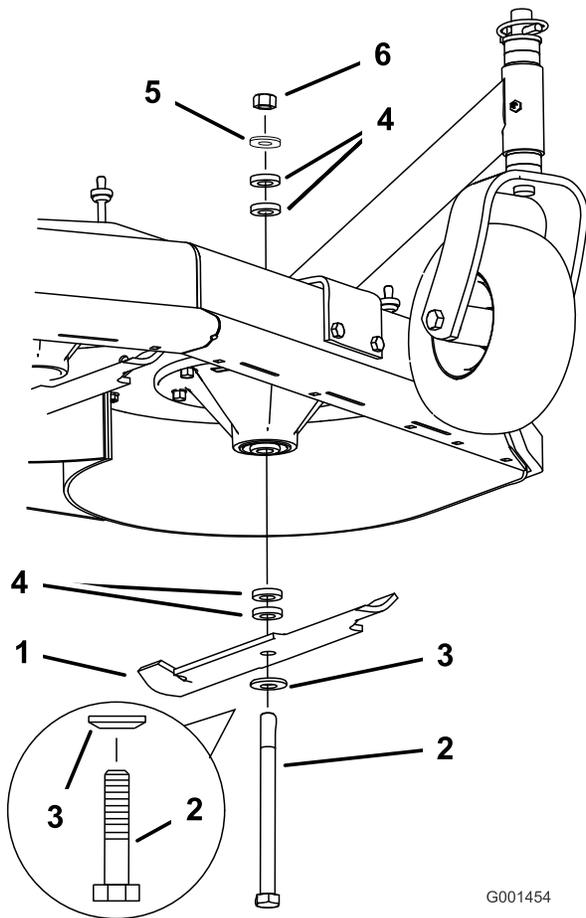

Figura 3
3. Mantenete il bullone della lama e rimuovete il dado (Figura 3).
4. Rimuovete il bullone della lama dal mandrino e modificate i distanziali come necessario (Figura 3).
5. Montate il bullone della lama, la rondella curva e i distanziali di scorta, e fissateli con una rondella sottile e un dado (Figura 3).